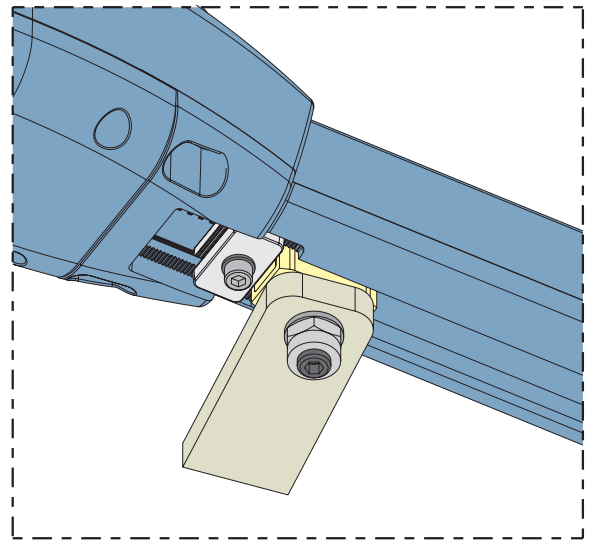

Abb. 19
- 4) Den Anschlag in die Nähe des Anschlusses laut Abb. 19 schieben.